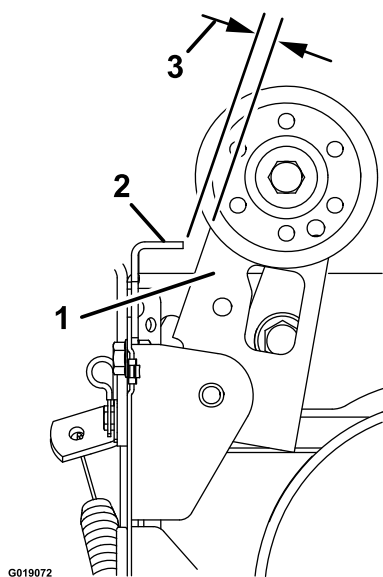

Figure 35
3. Réglez le tendeur jusqu'à obtention d'un écart de 3,2 mm (1/8 po) entre l'embrayage du balai et la patte (Figure 35).